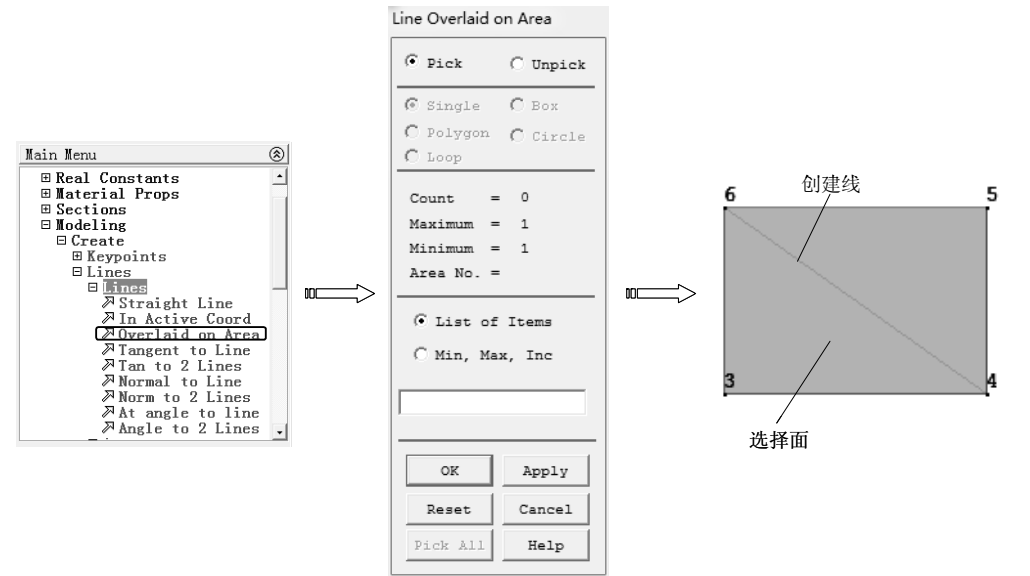

图 2-27 覆盖在面上的线
(3) 覆盖在面上的线 选择“Main Menu>Preprocessor>Modeling>Create>Lines>Lines>Overlaid on Area”命令，弹出“Line Overlaid on Area”对话框，选择一个已知面，单击“OK”按钮弹出“Line Overlaid on Area”对话框，选择面上的两个关键点，单击“OK”按钮创建直线，如图2-27所示。